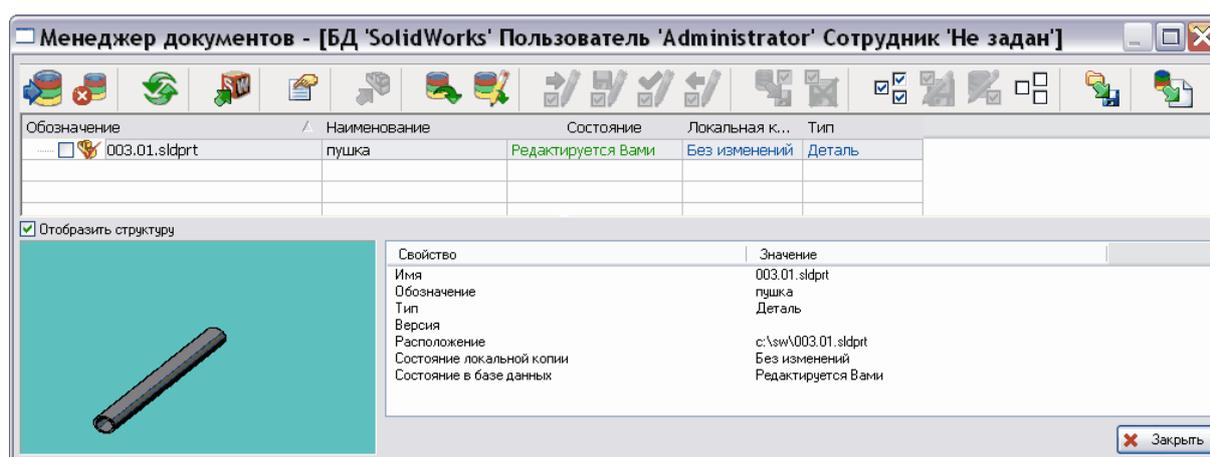
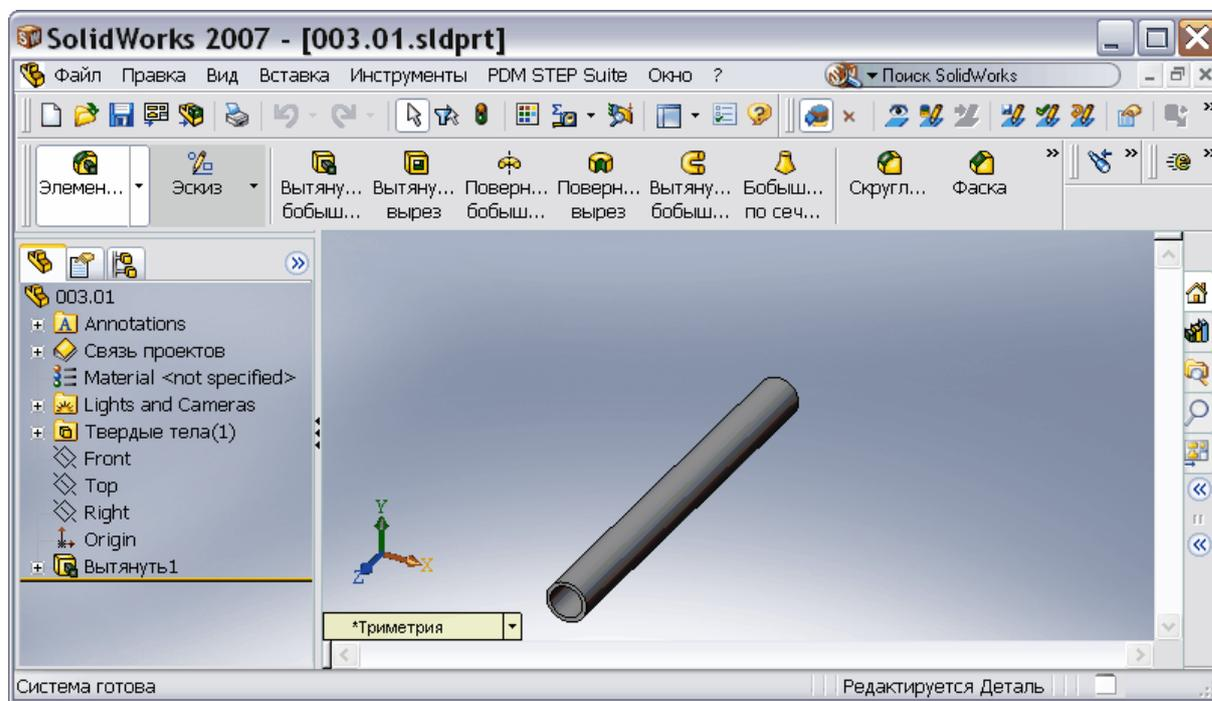

Рис. 48
Рис. 49
7. После выбора документа для редактирования нажмите Ok. Если Вы работали из окна SW, то документ откроется в нем (Рис. 49). В случае работы из окна менеджера документов произойдет возврат в менеджер документов (Рис. 48).
Открыть текущий в SolidWorks . После этого появится окно SolidWorks с редактируемой моделью (Рис. 49).